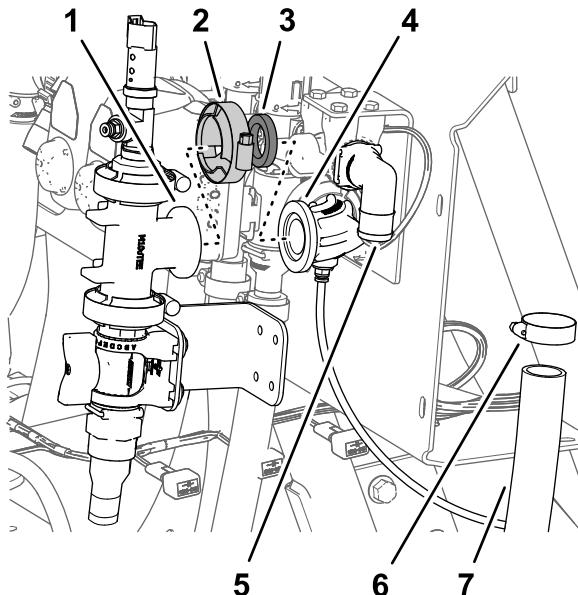

図 44
- ガスケットとフランジクランプで、T字フィッティングと 90° フィッティングを仮止めする図 44。